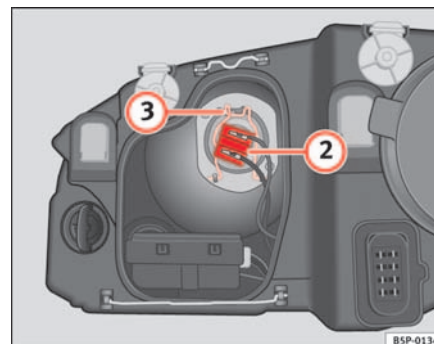

Fig. 176 Médios
- Retirar o conector ⇒ página 253, fig. 176 ② da lâmpada.
- Desengatar a mola de fixação ⇒ página 253, fig. 176 ③ pressionando-a para dentro e para a direita.